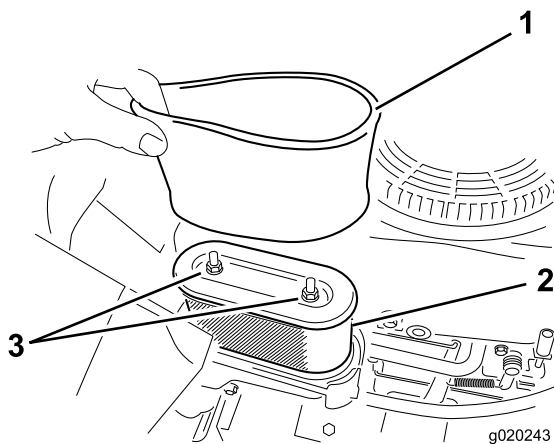

Figura 28
5. Retire las dos tuercas del elemento de papel (Figura 28).
6. Retire cuidadosamente los elementos de gomaespuma y papel de la carcasa del limpiador de aire (Figura 28).
1. Instale el filtro de gomaespuma sobre el filtro de papel (Figura 28).